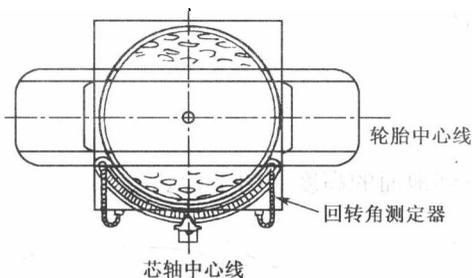

图 1-3 安装回转角测定器
1) 将前轮置于回转角测定器 (又称转角仪) 上面, 使轮胎中心线和芯轴中心线的交点与测定器中心对准 (图 1-3)。